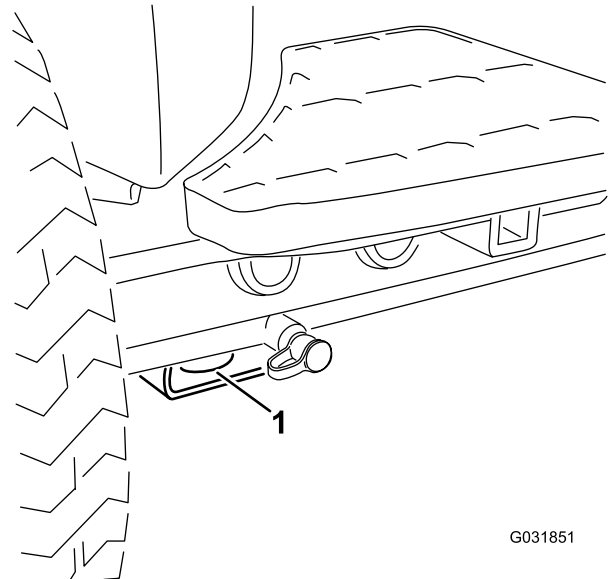

Bild 40
- **Vorderseite der Maschine:** Loch im rechteckigen Polster unter dem Achsenrohr in jedem Vorderreifen (Bild 40).